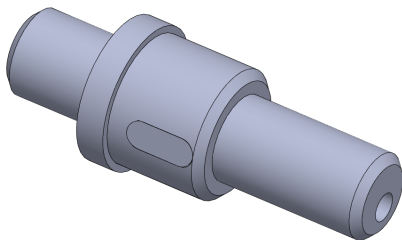

图 10-30 添加路径配合模式
(6) 单击两次【确定】按钮, 即可添加路径配合方式, 效果如图 10-30 所示。